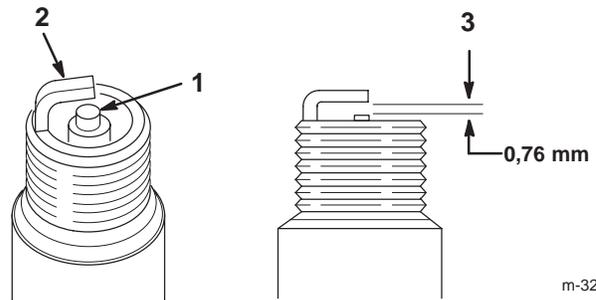

Figure 43
1. Nettoyez les électrodes en les grattant ou avec une brosse métallique pour éliminer la calamine et l'humidité (Fig. 43).
2. Examinez la bougie (Fig. 43).
3. Contrôlez l'écartement entre l'électrode centrale et l'électrode latérale (Fig. 43). Courbez l'électrode latérale (Fig. 43) si l'écartement est incorrect.